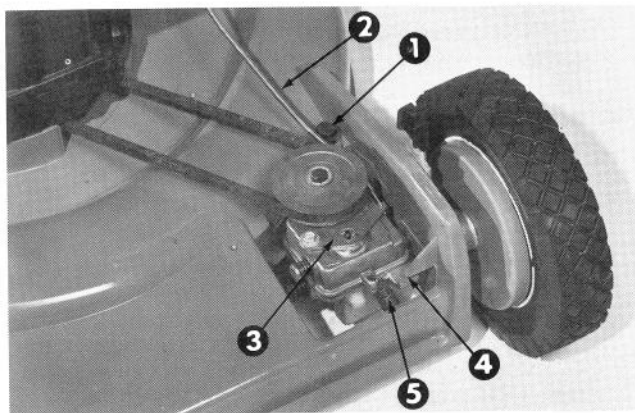

Figure 35
3. Desserrez la vis de retenue de câble jusqu'à ce que le câble puisse glisser librement (Fig. 35).
5. Poussez le bras de commande aussi loin que possible vers l'arrière et maintenez-le en place. Tirez le câble de commande et le fil vers l'arrière pour rattraper tout le jeu, puis bloquez le câble en resserrant la vis de retenue (Fig. 35).